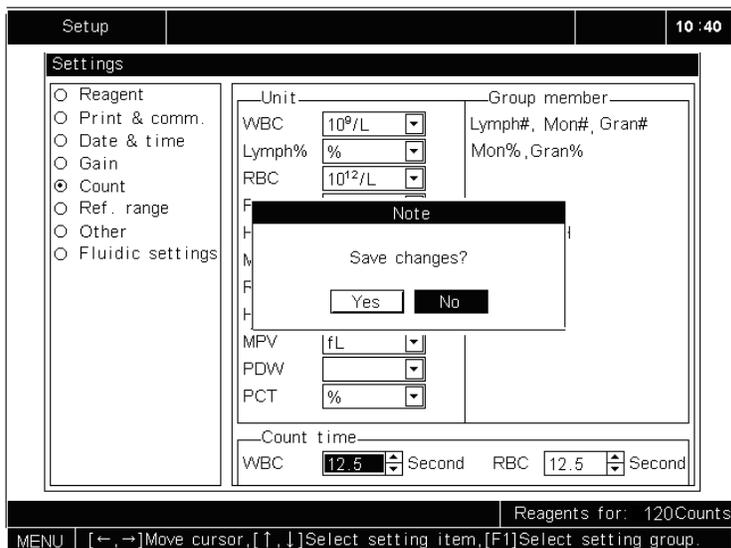

Рисунок 5-26 Сохранение изменений
2. Нажать [MENU] и появится сообщение, которое предложит Вам сохранить настройки, как показано на рис. 5-26. Нажмите **“Yes”**, чтобы сохранить изменения и выйти в системное меню; или нажмите **“No”**, чтобы выйти в системное меню без сохранения.